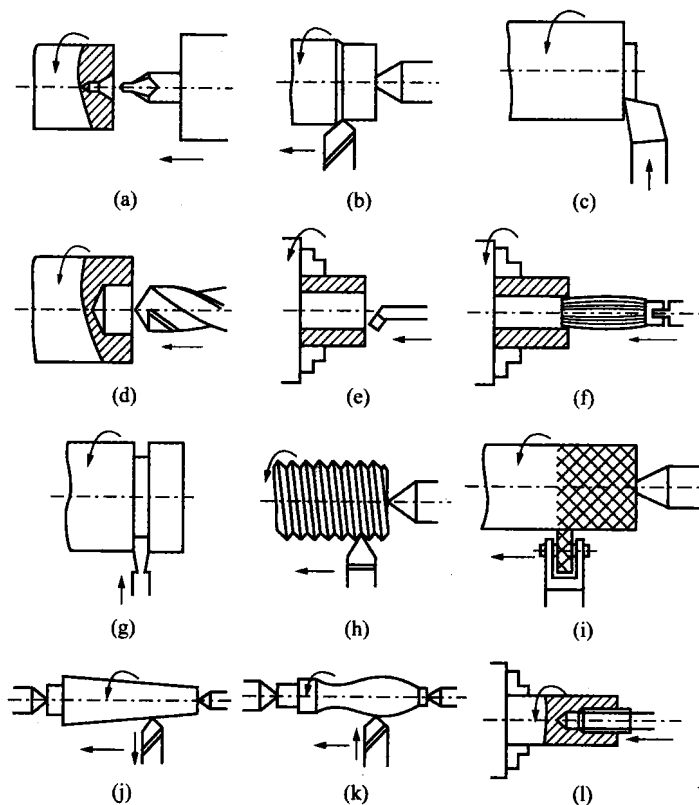

图 1-1 卧式车床主要加工工艺类型
(2) 各种常见机床适用的金属切削加工
① 车床适用于车削加工，一般用于加工旋转面零件，车床加工的基本内容如图 1-1 所示。所谓车削加工是在车床上由主轴带动工件旋转，工作台带动刀具与工件做相对运动所进行的切削加工。